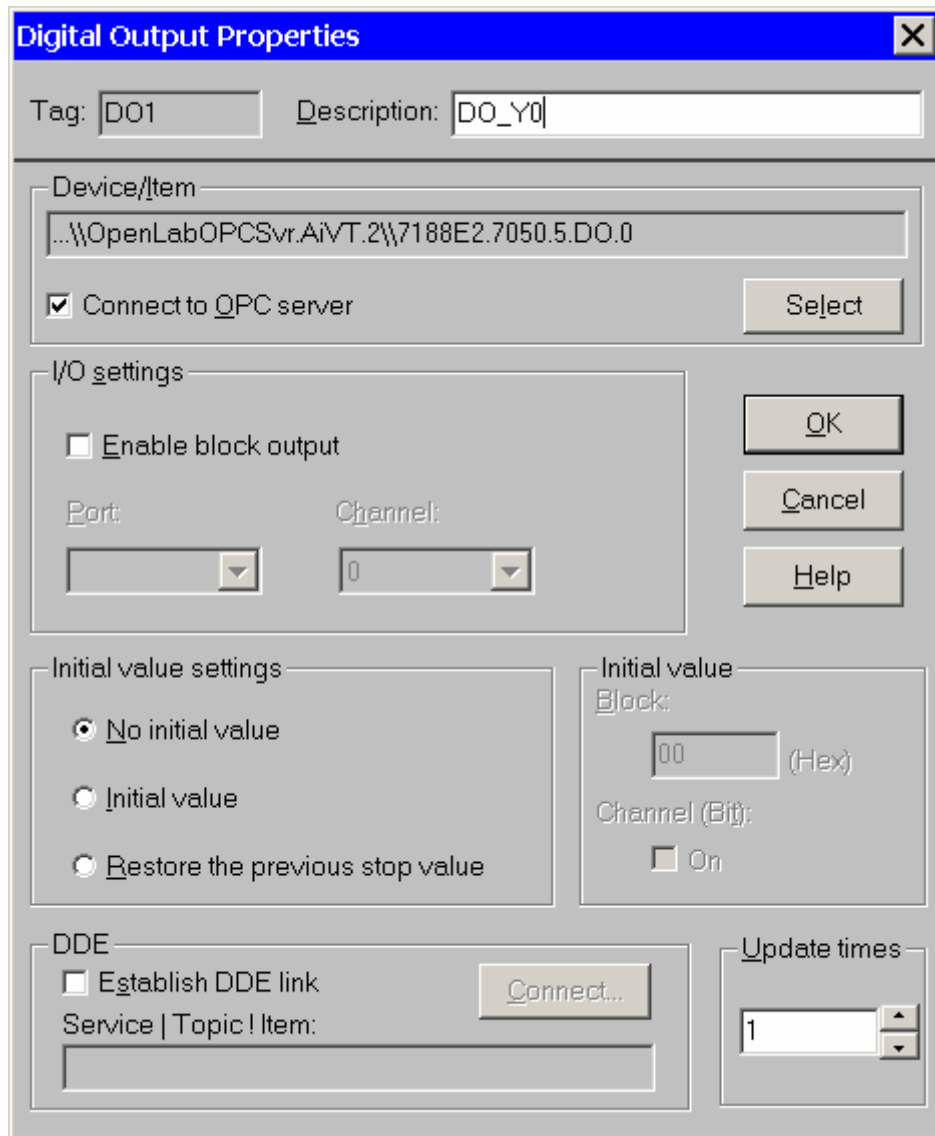

Рис. 5.19. Диалоговое окно конфигурирования блока дискретного вывода
8. *Восьмое действие.* Поместите в окно редактора задач блок дискретного вывода. Для этого на панели инструментов выберите кнопку с мнемоникой **DO** и перетащите ее в окно редактора задач. При этом в окне редактора задач появится блок аналогового вывода с позиционным обозначением **DO1**. Произведите двойной щелчок левой кнопкой мыши над этим блоком и аналогичным образом настройте его в соответствии с рис. 5.19. В позиционном обозначении **DO\_Y0** два последних символа являются обозначением светодиода — приемника дискретного сигнала. На приведенном ранее рис. 5.3 приведены обозначения тегов в OPC-сервере, соответствующих имитаторам выходных дискретных сигналов.